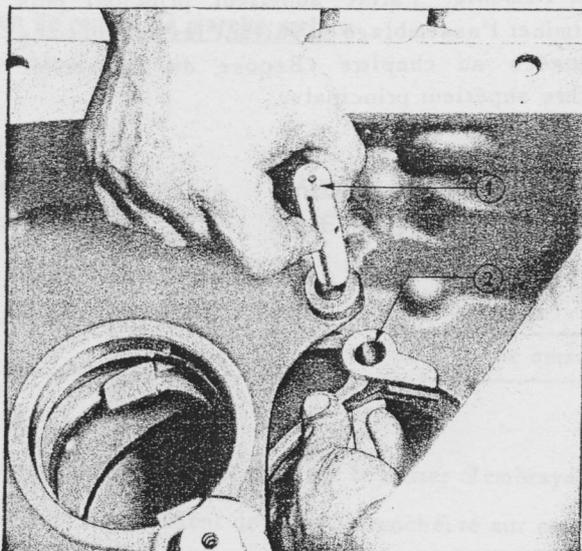

Fig. 29 = Repose de la Fourchette de Selecteur 4eme/6eme
3. Réassembler l'axe de fourchette de sélecteur 4ème/6ème, en soulevant la fourchette (voir Fig. 29). La fente prévue dans le bossage de la fourchette doit être tournée vers le centre de la boîte afin de pouvoir la relier à la fourchette de sélecteur de marche arrière.